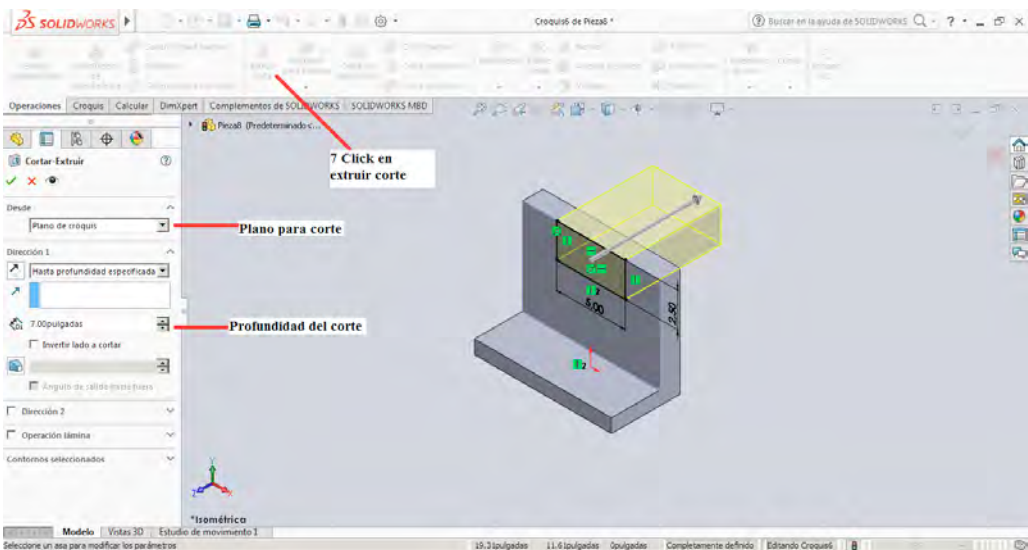

Figura 3-31
7. Con el croquis diseñado se selecciona la pestaña de operaciones y posteriormente se elige la herramienta **Extruir Corte**, la aplicación de esta permitirá realizar un corte a la figura 3D construida inicialmente, en la figura 3-31 se observa el resultado obtenido al aplicar la operación.